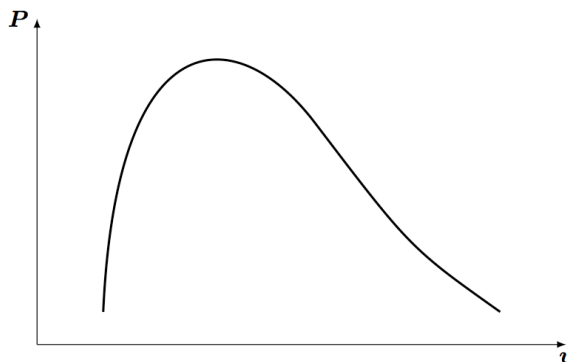

Figure 5
**2.5.2.** Reproduire l'allure du schéma du diagramme de Clapeyron d'un fluide (figure 5) et y faire apparaître trois isotherme  $T_1 < T_c$ ,  $T_2 = T_c$  et  $T_3 > T_c$ . Identifier la courbe d'ébullition et celle de rosée. Indiquer les domaines d'existence du liquide et de la vapeur.